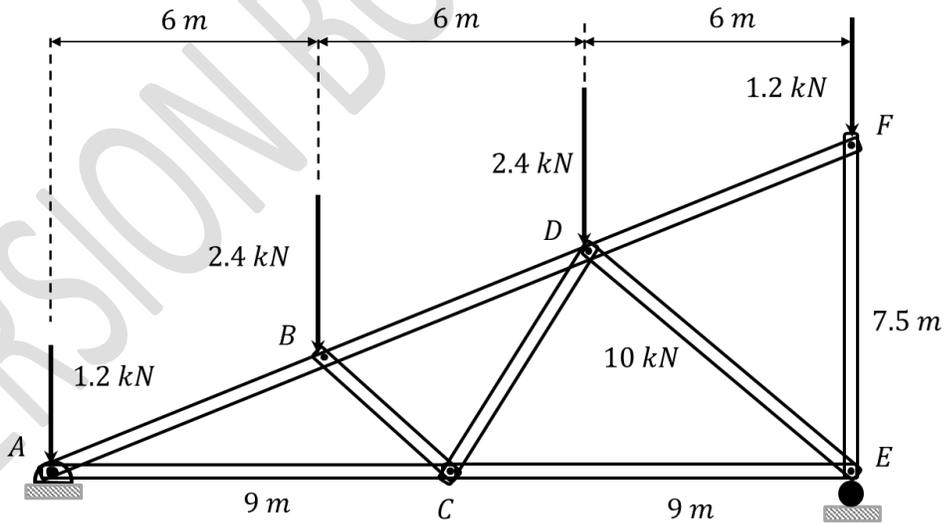

Fig. 5.20.
5.7.- Una estructura está compuesta por nueve varillas ligeras. El conjunto está montado sobre un pasador en A y un soporte en E. Sobre la estructura se aplican dos fuerzas de 1.2 (kN) y 2.4 (kN) como muestra la Fig. 5.20. Determinar las fuerzas internas BD y DE indicando si están en tensión o compresión.